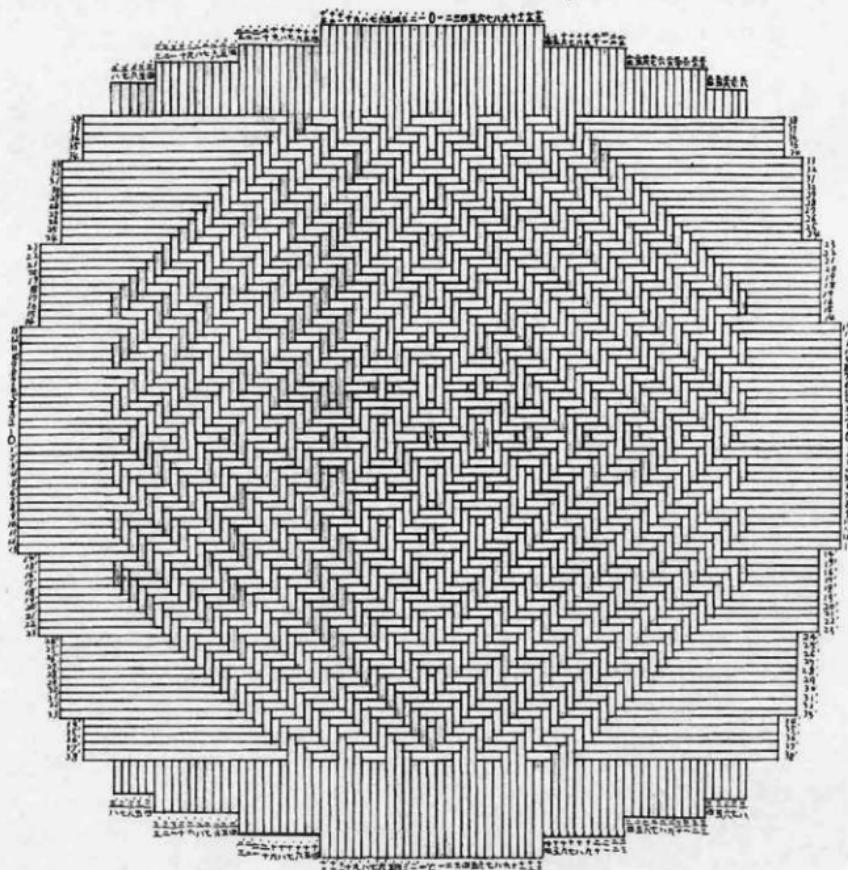
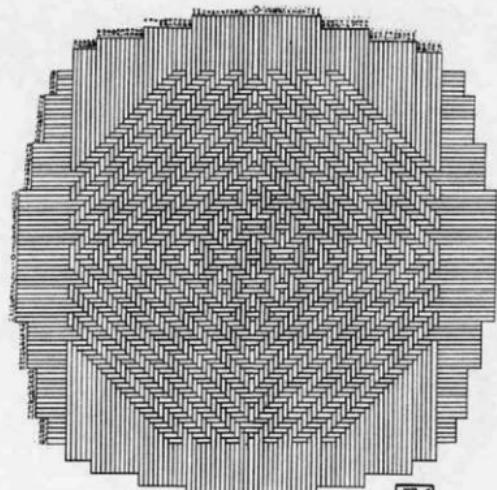

図 5
図6
32. 図5の編み終えたのを 皮が裏になるように裏返す。(図6)